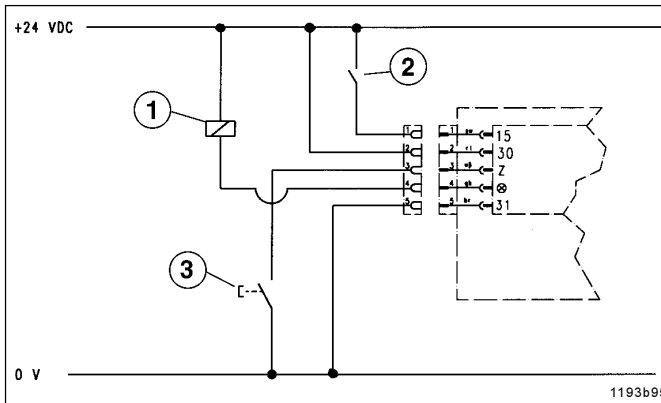
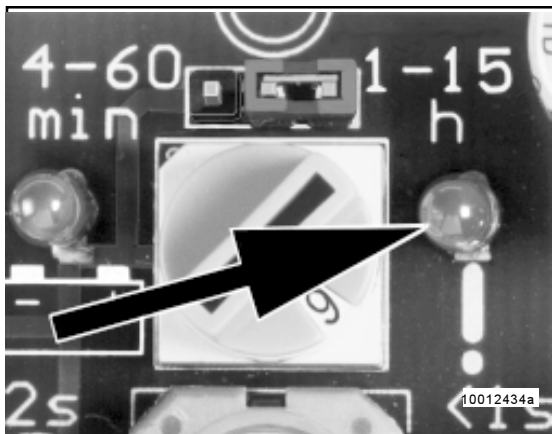

Abb. 7 .Anschlußschaltbild
Abb. 11 - Funktionsanzeige (LED) für Überwachungszeit oder Störungen
- Ein extern angeschlossenes Relais (siehe Abb. 7) zieht an und meldet die Betriebsbereitschaft der Zentralschmierpumpe 203. LED Funktionsanzeige (Abb. 11) leuchtet.